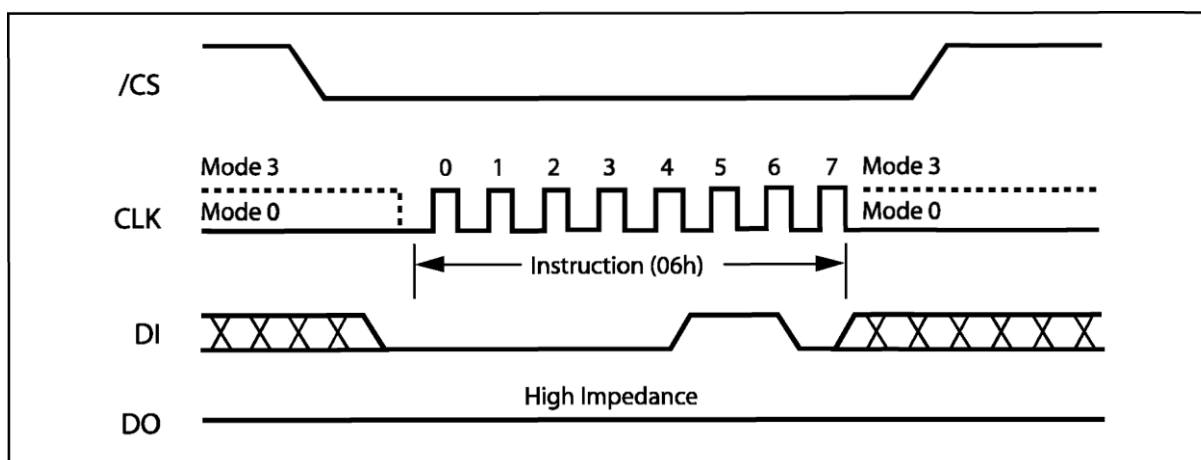

Рисунок 7 – Диаграмма инструкции Write Enable
Инструкция Write Enable (рисунок 7) устанавливает бит Write Enable Latch (WEL) в регистре состояния в 1. Бит WEL должен быть установлен перед каждой инструкцией Page Program, Quad Page Program, Sector Erase, Block Erase, Chip Erase, Write Status Register и Erase/Program Security Registers. Инструкция Write Enable вводится путем подачи низкого уровня /CS, передачи кода инструкции "06h" на вход данных (DI) по нарастающему фронту CLK, а затем подачи высокого уровня /CS.